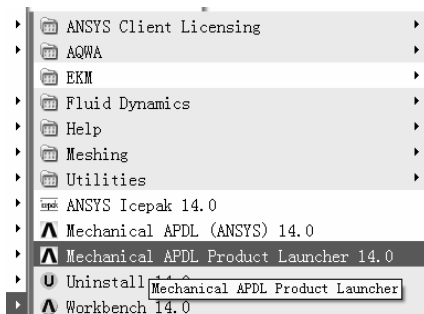
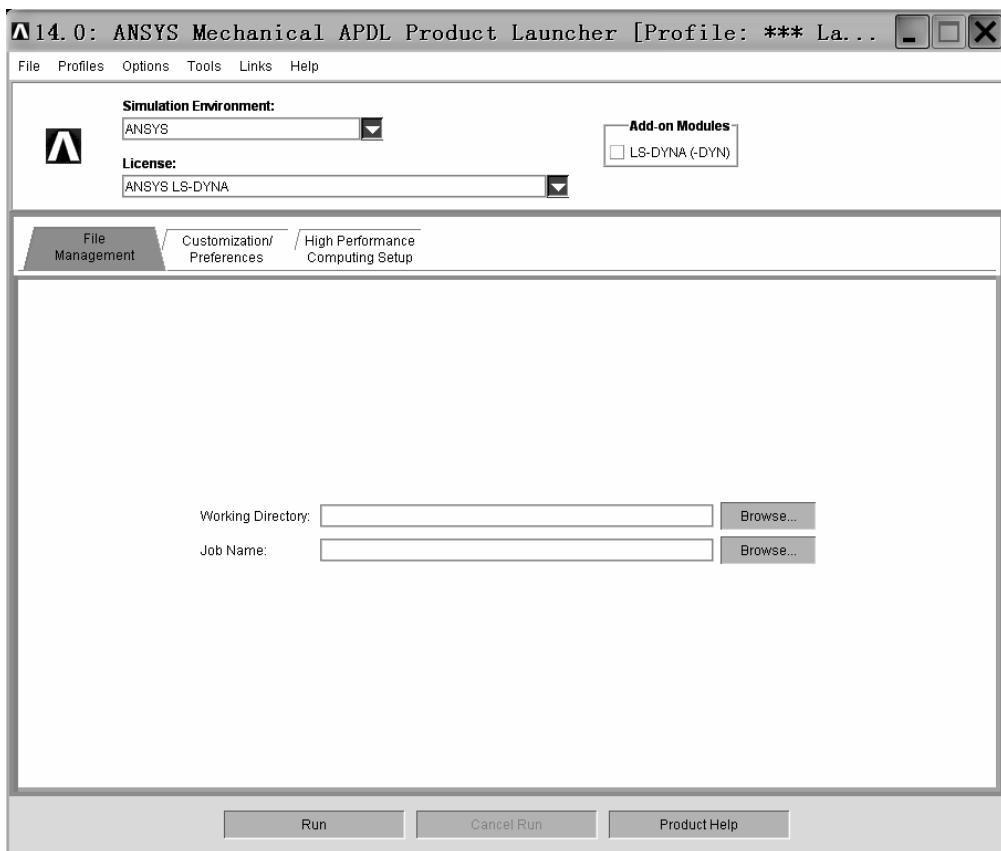

图 10-55 “Mechanical APDL Product Launcher 14.0”图标
图 10-56 “14.0: ANSYS Mechanical APDL Product Launcher [Profile:\*\*\*La...]”窗口
(1) 在“开始”菜单中指向“ANSYS 14.0”文件夹，出现“Mechanical APDL Product Launcher 14.0”图标（见图 10-55）。单击“Mechanical APDL Product Launcher 14.0”图标，弹出“14.0: ANSYS Mechanical APDL Product Launcher [Profile:\*\*\*La...]”窗口（见图 10-56）。